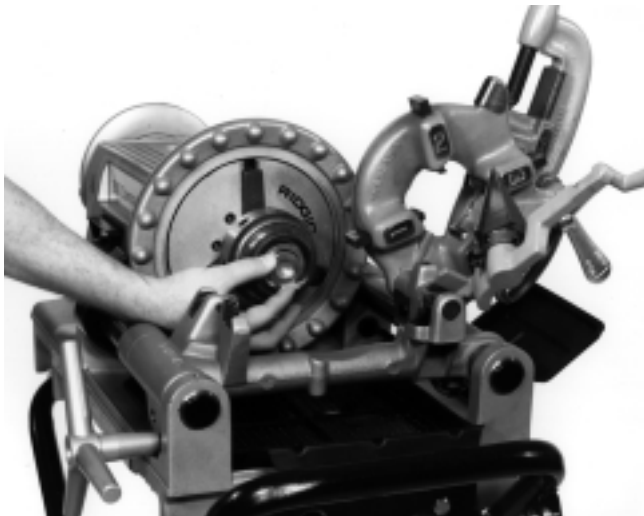

Figura 16 – Coloque la inserción dentro del Mandril Niple
3. Para tubitos de 1/8 a 3/4 pulg., coloque la pieza de inserción (Figura 16) con su extremo pequeño dirigido hacia el cuerpo del mandril niplero; para tubos de 1 pulgada, con su extremo más grande colocado hacia el cuerpo del mandril niplero. No se necesita pieza de inserción cuando se trabaja con tubos de 1 1/4 pulg. o mayores.